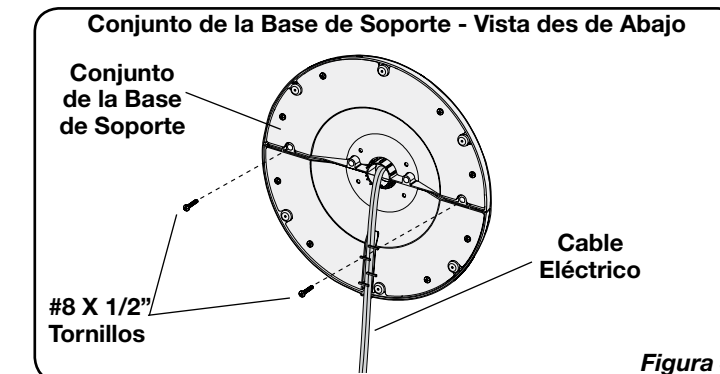

Figura 3
- Fije los Tornillos (4) #8 X 1/2" en los cuatro orificios que se encuentran en la parte inferior de la base. (Figura 3)